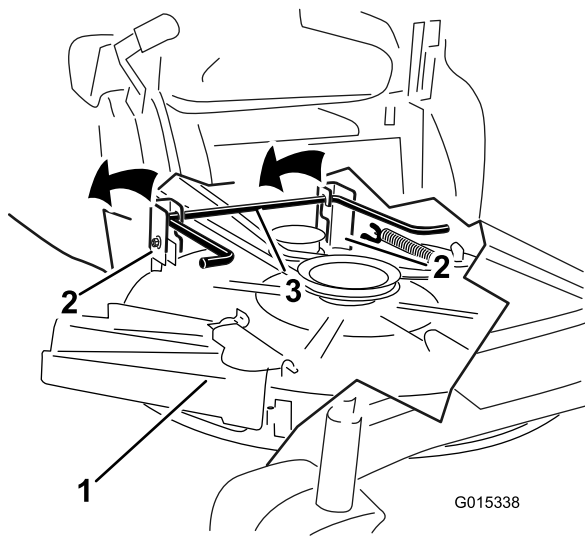

Figura 57
5. Levante a plataforma de corte e os suportes de suspensão afastando da haste de elevação traseira e baixe o cortador cuidadosamente até ao chão (Figura 57).
- Levante a parte de trás da plataforma de corte e oriente os suportes de suspensão por cima da haste de elevação traseira (Figura 57).